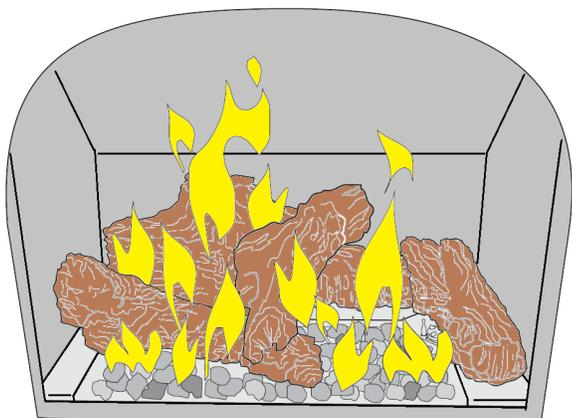

Figure 29. Apparence des flammes au réglage maximal («High») après environ 15 à 20 minutes de chauffage.
3. RÉGLAGE DU BRÛLEUR : Ce poêle est doté d'une valve de contrôle de gaz à débit variable qui permet un réglage manuel facile de la hauteur des flammes et de la puissance de chauffage. Pour régler l'intensité des flammes entre le maximum et le minimum, tournez le bouton «HI/LO». La hauteur des flammes peut être ajustée jusqu'à environ 50% de la plage comprise entre les réglages BAS et HAUT. Voir fig. 29.